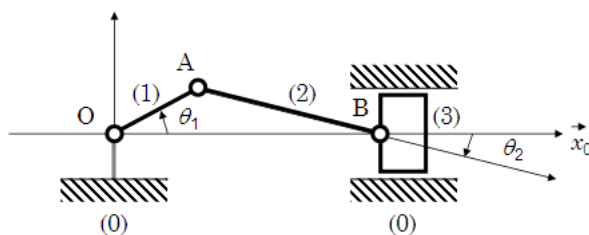

FIG. 4: Schéma de compresseur classique.
La figure 4 présente certains éléments de la modélisation du système de compression : la rotation autour de O du volant manivelle (1) par rapport au bâti (0) est paramétrée par l'angle θ_1 , celle autour de B de la bielle (2) est paramétrée par l'angle θ_2 que fait cette dernière avec l'axe \vec{x}_0 . En B se trouve une articulation entre la bielle et le piston (3) dont la translation rectiligne est paramétrée par la distance OB, notée x_3 . On pose $OA = e$, (c'est l'*excentrique*) et $AB = \ell$.